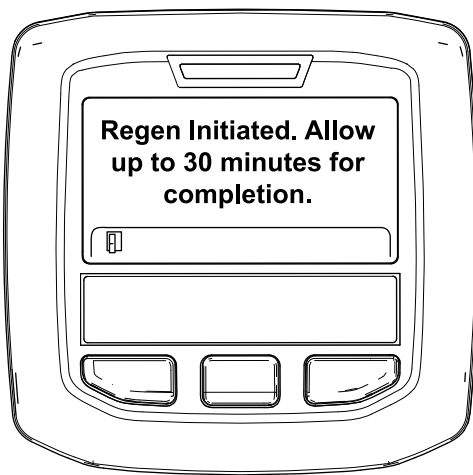

Bild 46
- Wenn die Regenerierung zugelassen wird, wird die Meldung „Regen. Initiated. Allow up to 30 minutes for completion“ im InfoCenter angezeigt. Warten Sie, bis die Maschine die geparkte Regenerierung abgeschlossen hat (Bild 46).